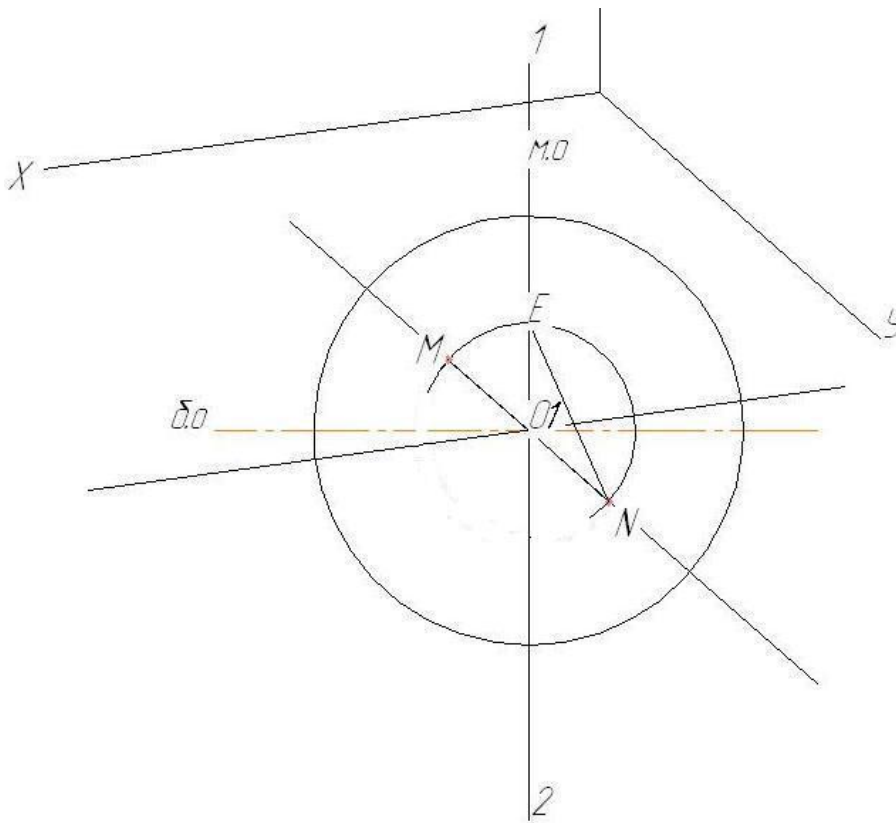

рис.7
- 1.5. На линии OY отложить отрезок MN , равный половине от заданного диаметра, с точкой O в середине этого отрезка (рисунок 7)
- 1.6. Из точки O_1 радиусом равным половине отрезка MN , соединить дугой точки M и N (рисунок 7)
- 1.7. Пересечение дуги с малой осью обозначить точкой E (рисунок 7)
- 1.8. Соединить прямой линией точки E и N . (рисунок 7)